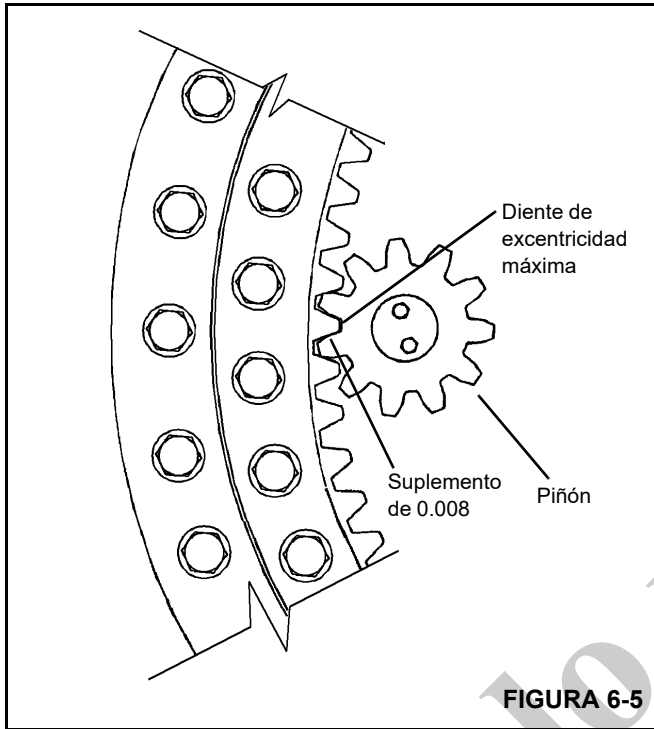

FIGURA 6-5
6. Instale el piñón del mando de giro de modo que su punto alto (excentricidad máxima) quede alineado con el punto alto del cojinete de la torreta. Compruebe el juego entre dientes con un suplemento de 0.008 pulg (0.203 mm) de grosor (Figura 6-5). Si es necesario mover el piñón para obtener el juego entre dientes apropiado, consulte a su distribuidor local National Crane.